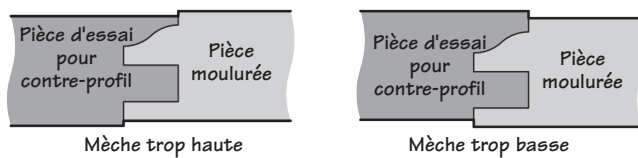

Figure 9 : Vérification de la hauteur de la mèche
8. Quand vous aurez obtenu un assemblage impeccable, réglez la hauteur de la mèche en vous guidant sur une traverse ou un montant déjà mouluré – voir la **figure 9**.